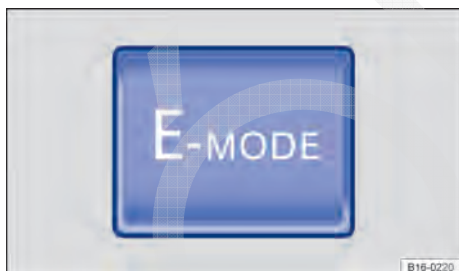

Fig. 22 Na parte inferior do console central: botão para o modo de condução E-MODE.
Para *ativar* ou *desativar* o modo de condução E-MODE, pressionar o botão **E-MODE** → Fig. 22.
- O botão para o modo de condução E-MODE **E-MODE** → Fig. 22 foi pressionado uma segunda vez.